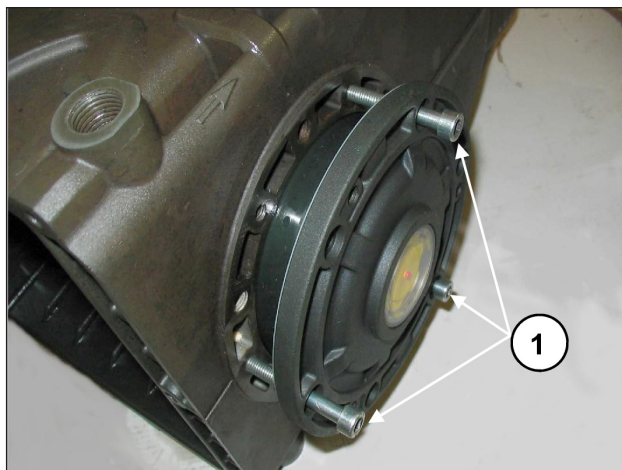

Fig. 8
Per facilitare l'imbocco del primo tratto ed il relativo inserimento dei coperchi sul carter, si consiglia l'utilizzo di N° 3 viti M6 x 40 parzialmente filettate, (Fig. 8, pos. ①) per poi completare l'operazione con le viti in dotazione (M6x16).
Per l'avvicinamento dei due coperchi laterali al carter si possono utilizzare N°3 viti M6x40 per una prima fase di orientamento, come già indicato in precedenza Fig. 8, e le viti previste per il fissaggio finale.